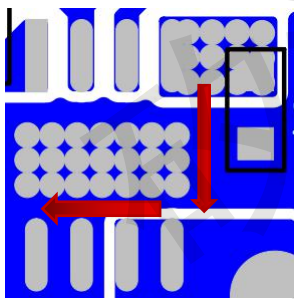

图 1
2.输入电容应尽可能靠近芯片管脚（VIN 和 GND）。输入电源引脚可增加一个 0.1uF 的陶瓷电容以增强芯片的抗高频噪声能力。如图 1。